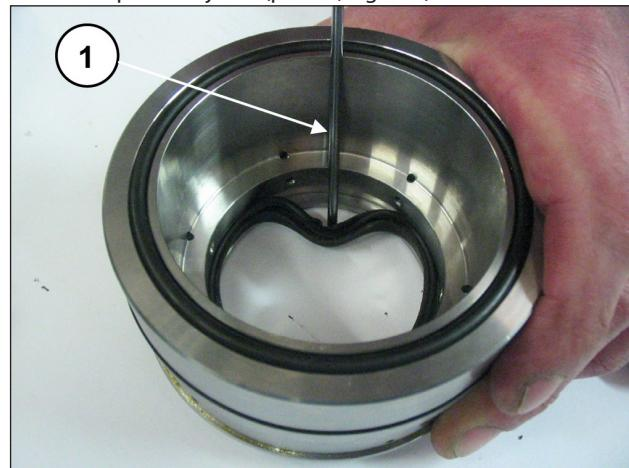

Fig. 195
Para remover a junta de baixa pressão, é necessário usar um medidor de espessura ou uma ferramenta que não danifique o local do suporte da junta (pos. ①, Fig. 195).